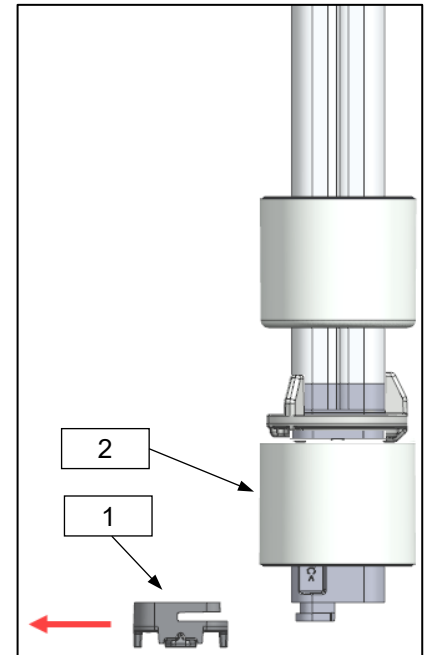

Abbildung 8
Durch Drehen des Schwimmers (Abbildung 8, Pos 2) um 180° kann die Schaltfunktion Schließer zu Öffner bzw. Öffner zu Schließer nachträglich invertiert werden. Nur die Schaltfunktion Schließer bzw. Öffner kann invertiert werden.
- *Es kann nur der Schwimmer am Leer-Meldeschaltpunkt (S1) gedreht werden. Diese Funktion ist beim Schwimmer (Abbildung 8, Pos 2) des Vor-Leermeldeschaltpunkt (S2) nicht möglich.*
Die jeweilig ausgewählte Schaltfunktion kann anhand der farblichen Markierung des Schwimmers (Abbildung 8, Pos 2) erkannt werden: